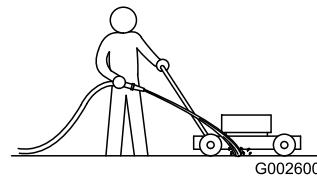

Figura 34
- Con el motor en marcha sobre una superficie plana pavimentada, dirija un chorro de agua hacia delante de la rueda trasera **derecha** (Figura 34).